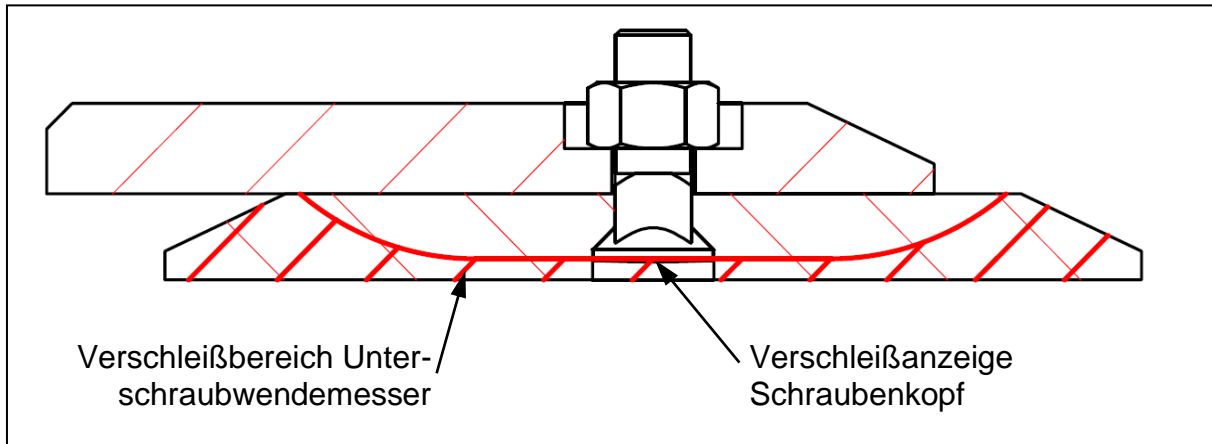

Abb. 7.1: Verschleißzustand Unterschraubwendemesser
- Prüfen Sie den Verschleißzustand des Unterschraubwendemessers – spätestens, wenn das Material am Messerboden soweit abgetragen ist, dass die Schraubenköpfe der Plow-Bolt-Schrauben angerissen werden, ist der Austausch des Messers notwendig (siehe Abb. 7.1)